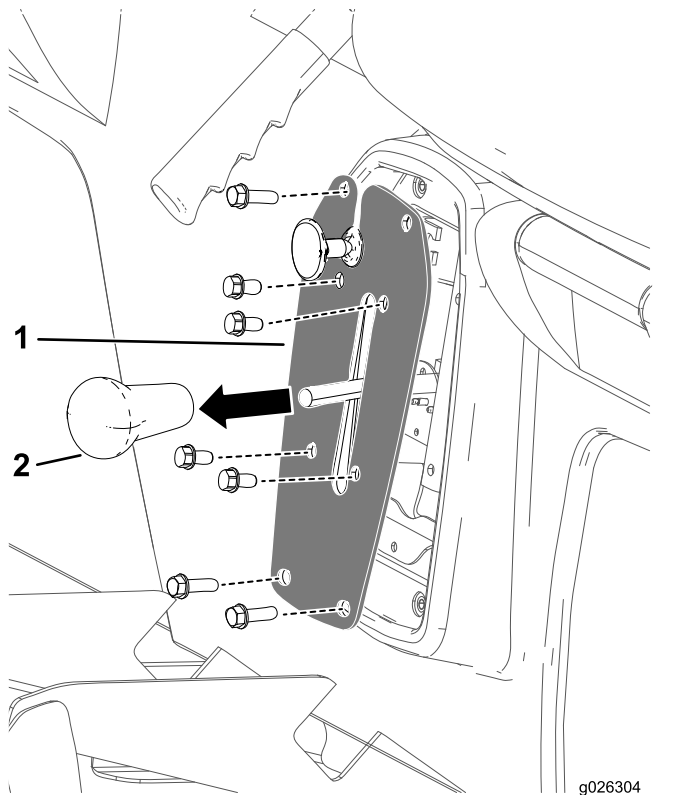

図 39
1. ギアシフトレバーからノブを外す 図 39。
2. シフタープレートをシフターブラケットに固定しているボルト4本を外す 図 39。
3. シフタープレートをシートベースに固定しているボルト4本を外してシフタープレートをを外す 図 39。
- ギアシフトレバーにシフトノブを手締めで取り付ける 図 39。